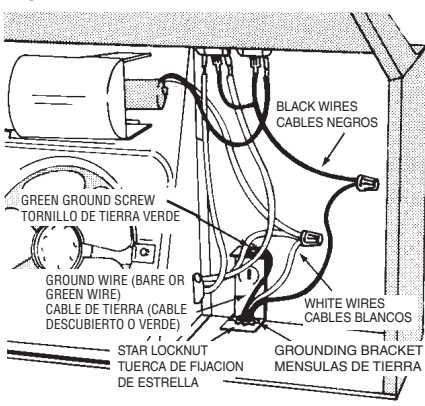

FIG. 12
- Install light (75 Watt maximum). For easier installation, squeeze plastic lens and remove it from hood. Remember to reinstall lens. (FIG. 12)
8. Instale el foco (máximo 75 watts). Para lograr una instalación más sencilla, presione los protectores plásticos y retírelos del extractor. Recuerde reinstalar los protectores. (FIG. 12)